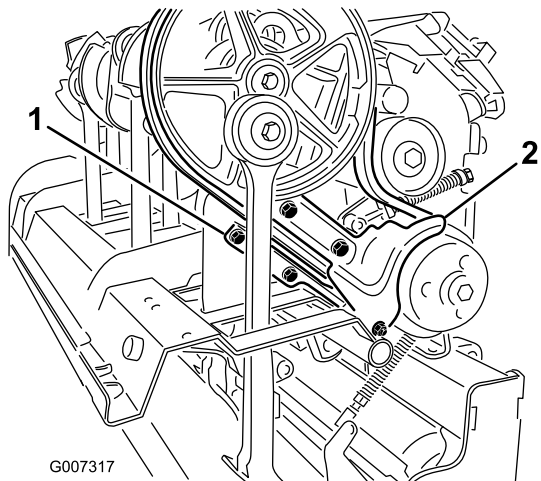

Figura 37
3. Retire las fijaciones que sujetan el deflector de tierra y el protector inferior de la correa (Figura 37). Desmonte el deflector de tierra y el protector inferior de la correa.